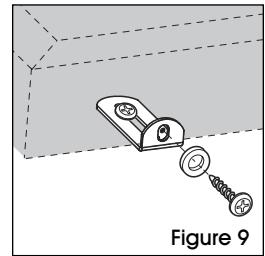

Figure 9
5. Suspendez le tableau et insérez une vis de 1/4 po et une rondelle dans les trous prépercés dans le cadre, au travers des supports en L. Vissez fermement. (Voir Figure 9)